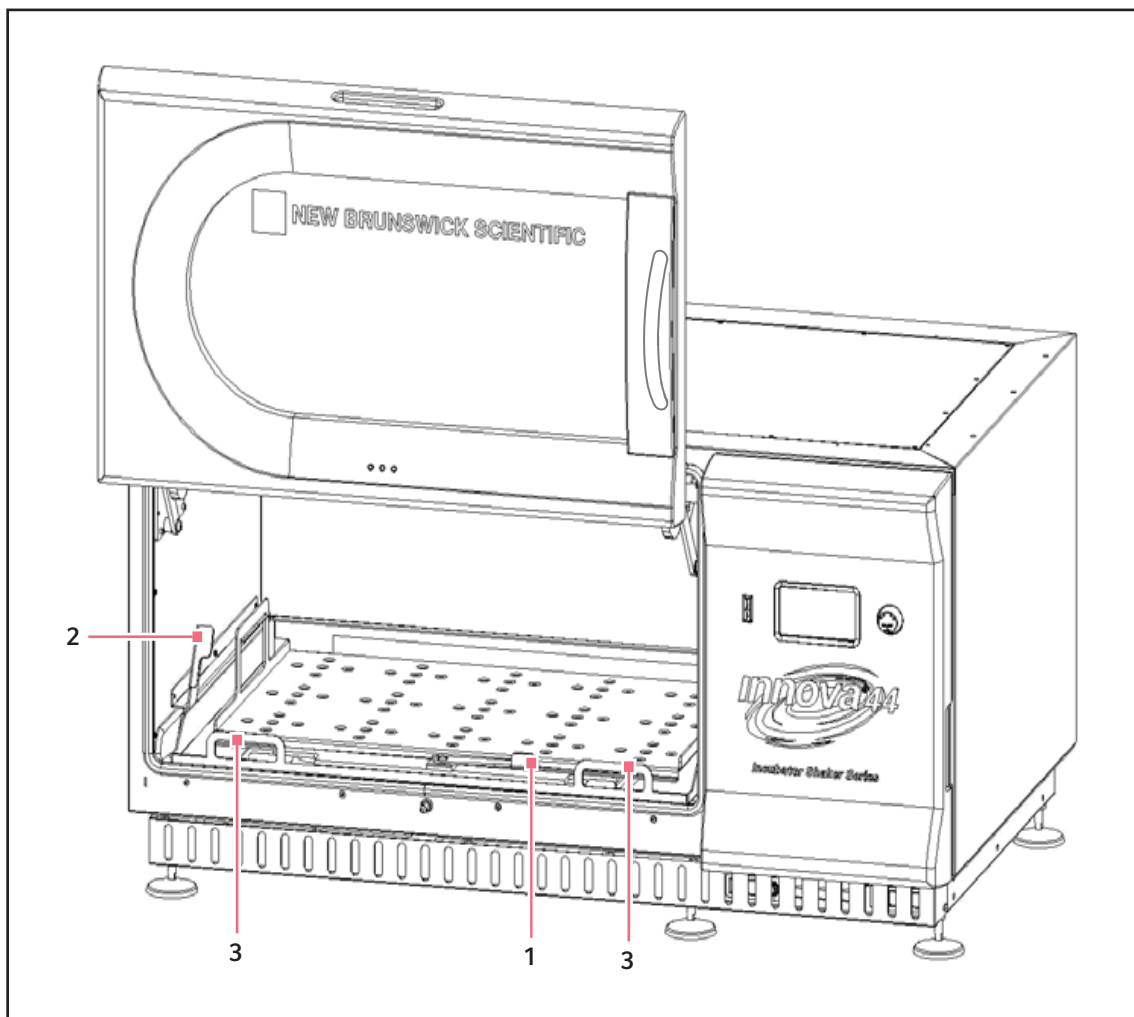

Fig. 9-16: Desinstalar a plataforma deslizante
2. Rode a alavanca da plataforma (aqui Fig. 9-16 na pág. 69) 180 ° no sentido do relógio. Deve indicar para a esquerda.
3. Empurre ambas as alavancas (aqui Fig. 9-16 na pág. 69) para baixo. Desse modo retira a plataforma da subplataforma.
4. Puxe ambas as asas do mecanismo deslizante para (aqui Fig. 9-16 na pág. 69) junto de você. Desse modo poderá facilmente alcançar a plataforma.